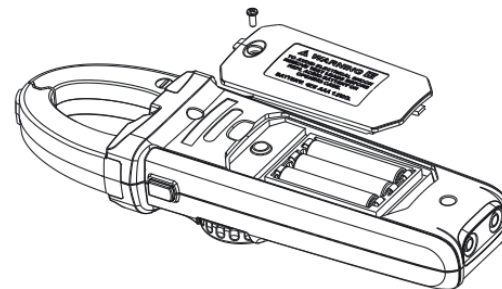

Рисунок 11
14. Обслуживание и ремонт (рисунок 11)